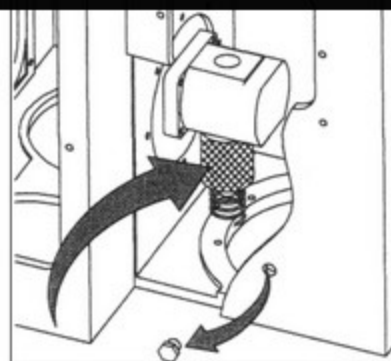

Рис. 16
- а) раз в три месяца очищайте от пыли и грязи (рис. 16) и скребите ее, когда на ней появляются выемки от износа (приблиз. 2 мм);